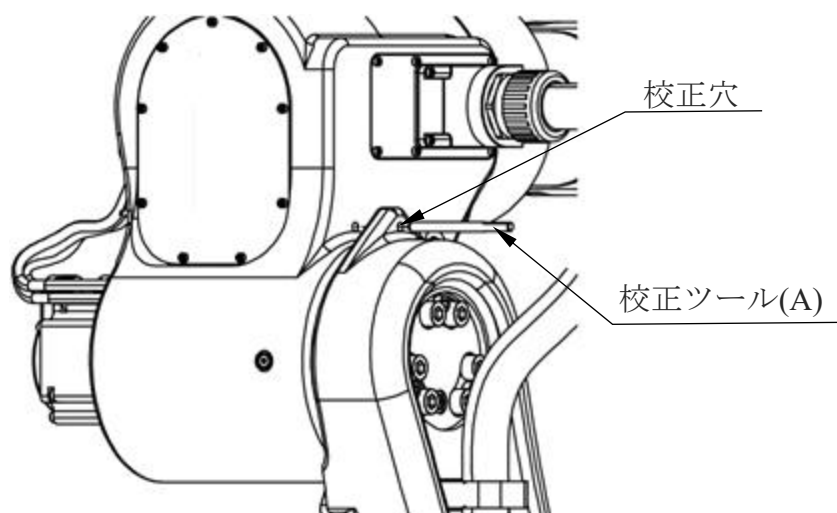

図 4-4 第 3 軸の原点校正イメージ図
- 第3軸の校正順序は以下のとおりです（図4-4を参照してください）